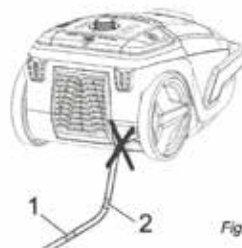

Fig. 10
2. Dra ut nätsladden tills den gula markeringen syns (bild 10/1).
Om den röda markeringen syns (bild 10/2) ska du dra in sladden till den gula markeringen genom att trycka på indragningsknappen (bild 11/2). Annars kan nätsladden skadas. Det finns risk för elstöt.